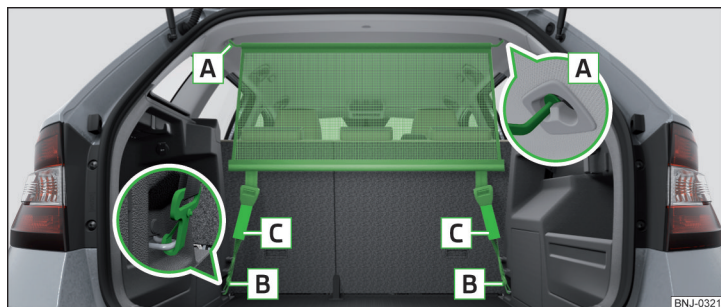

Abb. 110 Netztrennwand hinter den Rücksitzen
- ▶ Die Querstange in die Aufnahme A » Abb. 110 erst auf der einen Seite einsetzen und nach vorn drücken. Auf gleiche Weise die Querstange auf der anderen Fahrzeugseite in die Aufnahme A einsetzen.